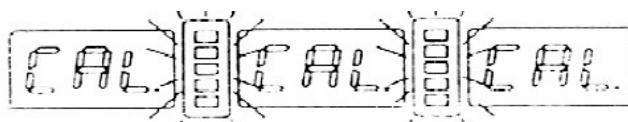

Fig20.
- Apasati butoanele **D** si **C**, si tineti-le apasate, pe afisaj sclipeste simbolul **"CAL"**, si cere sa confirmati ca doriti sa efectuati autocalibrarea, tineti butoanele apasate pana se opreste sclipirea textului **"CAL"** (Fig20.)